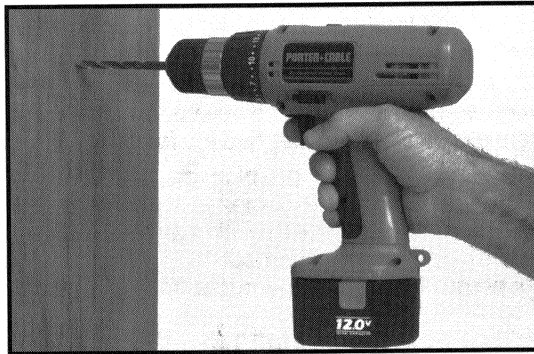

Fig. 7
**ATTENTION:** La partie avant de la foreuse/visseuse peut être sous tension si le foret s'enfonce accidentellement dans un fil sous tension. POUR ÉVITER LES DÉCHARGES ÉLECTRIQUES ACCIDENTELLES, LA FOREUSE/VISSEUSE DOIT ÊTRE TENUE COMME IL EST INDIQUÉ DANS LA FIG. 7